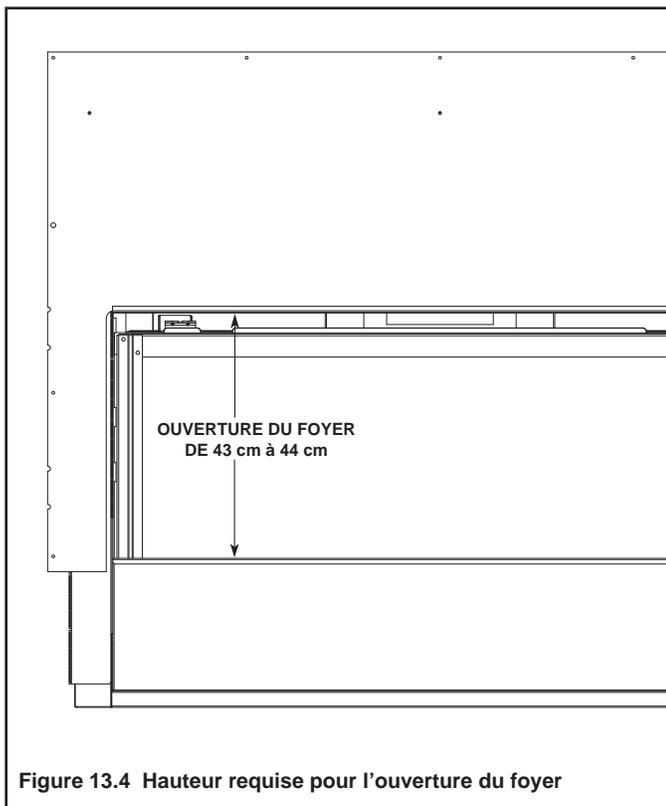

Figure 13.4 Hauteur requise pour l'ouverture du foyer
**Note:** Le panneau de couverture inférieur doit être poussé entièrement en bas. Les brides de finition extérieures devraient s'aligner. L'ouverture du foyer doit être entre 43 cm et 44 cm pour la fixation correcte des façades décoratives. Voir les Figures 13.4.